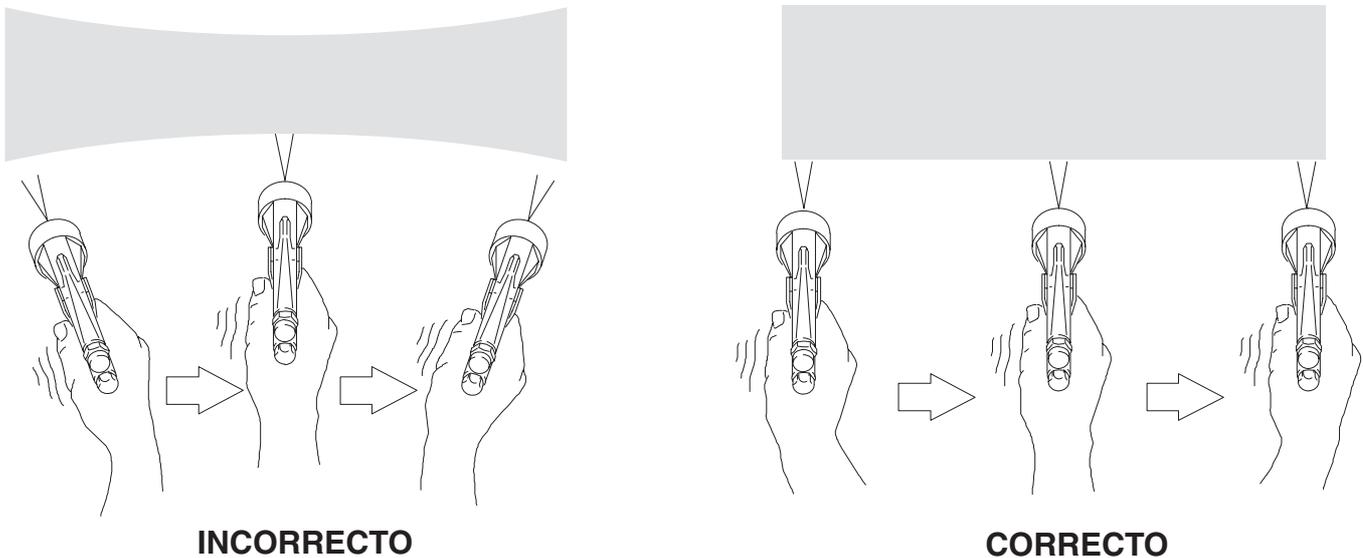

Fig. 14
1. Para alcanzar los mejores resultados al aplicar el fluido, mantenga la pistola perpendicular a la superficie y mantenga una distancia constante de aproximadamente 150 a 200 mm respecto al objeto que se esté pulverizando. Vea Fig. 14.